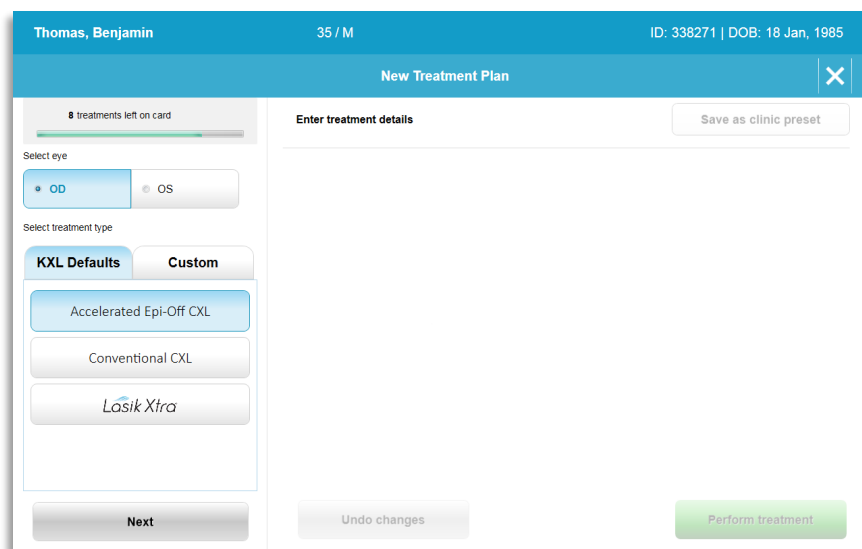

Bild 3-5. Välj öga
- När du har valt öga får fältet en blå kontur, som visas på bild 3-5.
- Systemet är förprogrammerat med tre KXL-standardbehandlingsplaner som visas på bild 3-5: